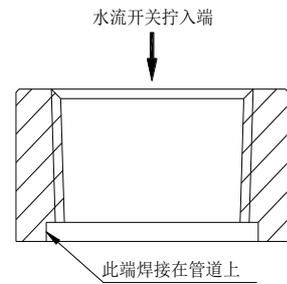

图 2: 安装套管, 型号 F-5 安装图
2. 水流开关采用NPT密封螺纹管路接头, 安装时应选择与之配套的套管接头。建议选配F-5安装套管(套管外径45 x长度19 mm, 留意套管焊接方向, 如图2)。管道建议开孔直径大于套管外径尺寸1-2mm(具体间隙据便于焊接密封来决定), 把套管与管道牢固焊接, 并确保密封, 外壳的箭头方向应与管路内水流方向一致。